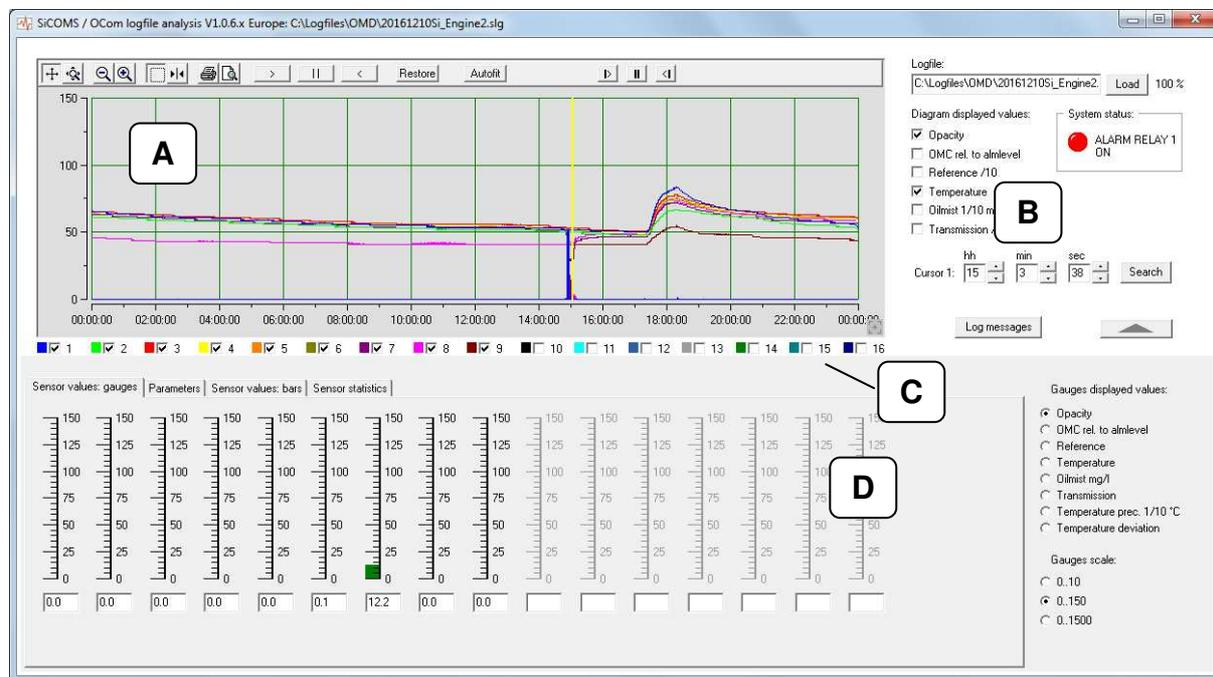

图 18 SiCOMS / OCom 日志文件分析窗口
3.1. XY-diagram XY 坐标图(图 18, A)
3.2. Diagram values checkboxes and other options 图表复选框和其他选项(图 18, B, C)
Diagram displayed values 图表显示值复选框(图 18, B) 定义了哪些 OMD 测量数据应该显示在 XY 图形上。
传感器编号复选框(图 18, C)，允许在 XY 图上显示或隐藏选定的传感器的所有测量值
3.3. Gauges and additional diagrams 表和附加图形(图 18, D)